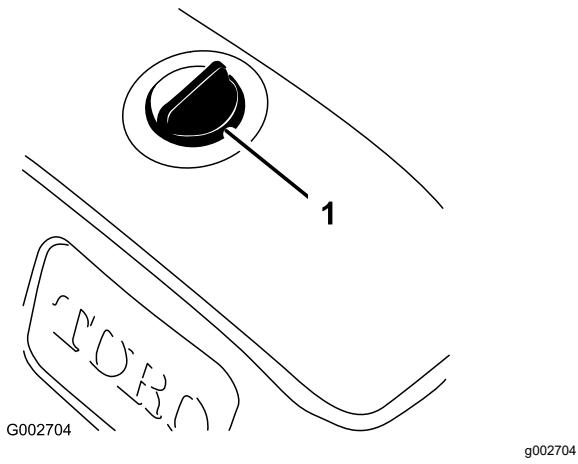

Figura 17
2. Limpie la zona alrededor del tapón del depósito hidráulico para evitar que entre suciedad en el depósito (Figura 17).